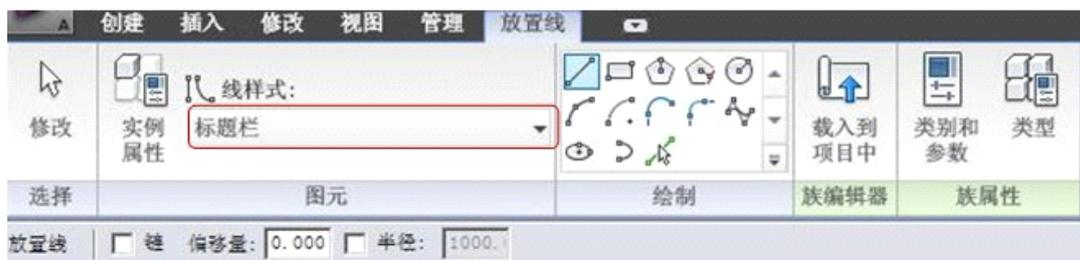

图 19.3-2
3) 选中内部主要边框线, 将图元类型“线样式”改为“宽线”(如图 19.3-2 所示)。